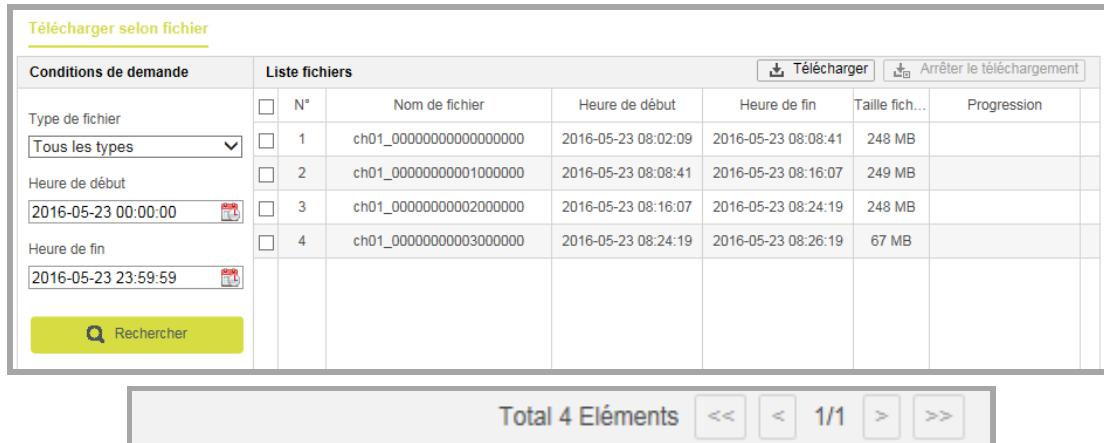

Figure 8-7 Fenêtre de téléchargement de vidéos
1. Dans la fenêtre de lecture, cliquez sur . La Figure 8-7 montre le menu contextuel.